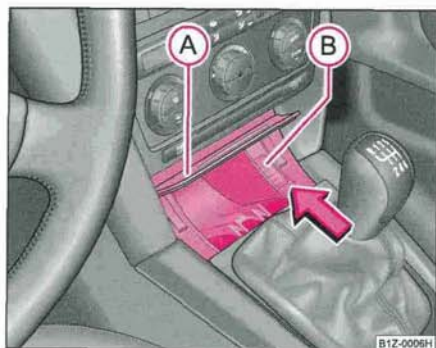

Fig. 94 Console centrale: Cendrier AV
- Appuyez sur la partie inférieure du couvercle du cendrier - voir position (A) ⇒ fig. 94.